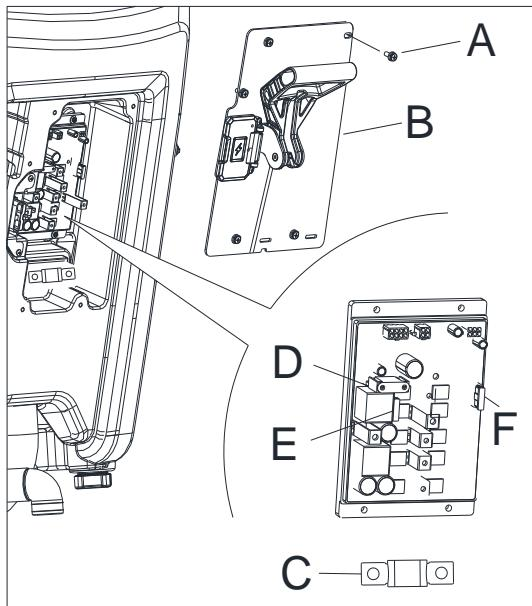

Figure 28
3. Enlever les vis (A, Figure 28) sur le couvercle du boîtier de commande (B).
- a) fusible F1 (D, Figure 28), fusible de balai (80A)
- b) fusible F2 (E, Figure 28), fusible d'aspiration (40A)
- c) fusible F3 (F, Figure 28), fusible du boîtier de commande (2A)
- d) fusible F4 (C, Figure 28), fusible principal (100A)